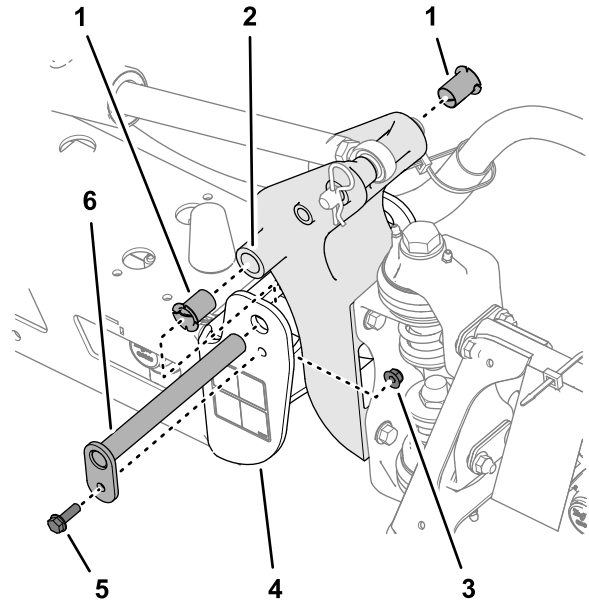

Figura 120
3. Retire el perno y la tuerca que sujetan el pasador de giro y retire el pasador (Figura 120).
5. Retire los casquillos de nailon desde delante y desde detrás del soporte de giro e inspecciónelos (Figura 120).
6. Lubrique los casquillos de nylon con una pequeña cantidad de aceite, e instale los casquillos en el soporte del giro (Figura 120).
7. Alinee los taladros del soporte de giro con los taladros del canal final (Figura 120).